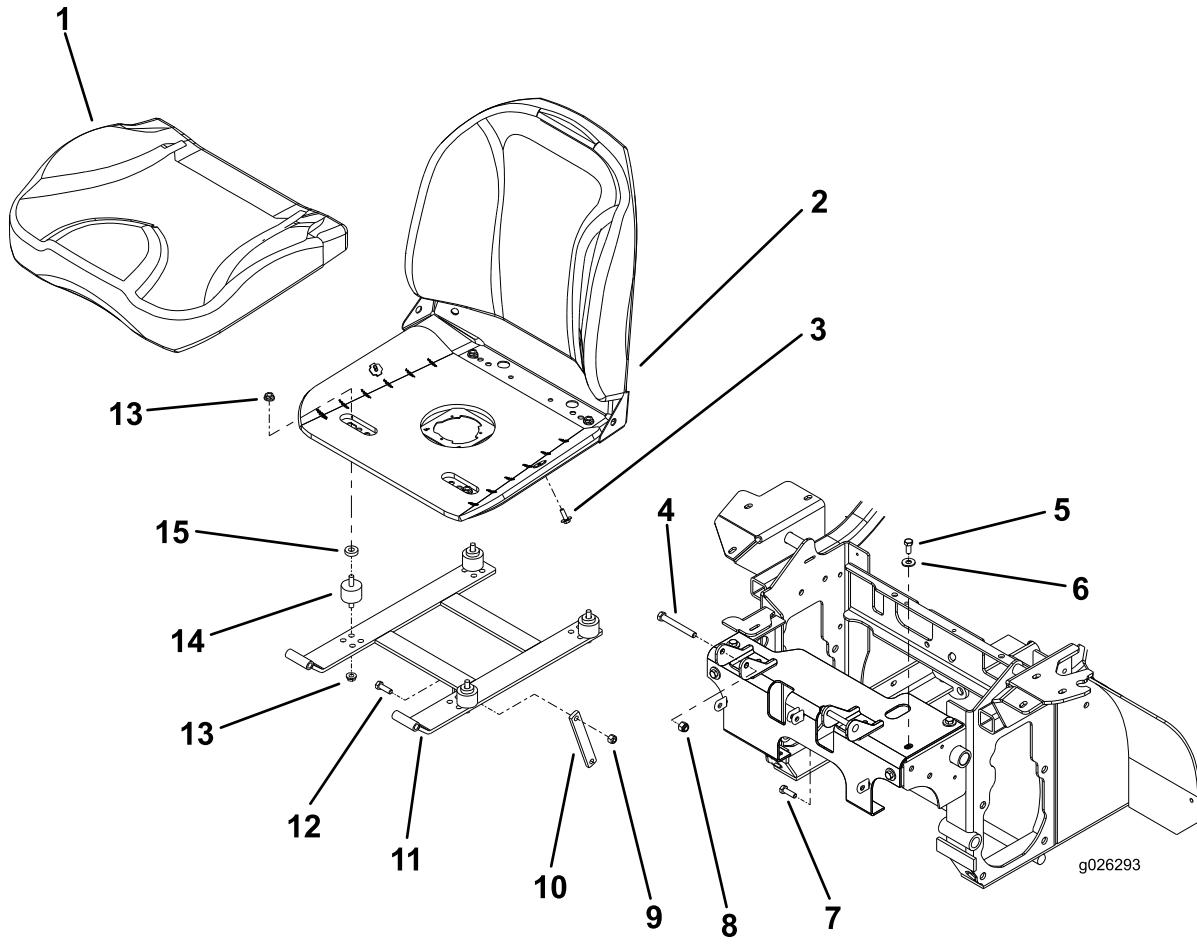

Bild 6
2. Entfernen Sie die Befestigungselemente der Sitzhaltestange (Bild 6).
5. Nehmen Sie den Sitz und Sitzrahmen von der Maschine ab (Bild 6).
6. Lösen Sie die Sechskantschrauben (5/16" x 1") des Sitzkissens vom Rahmen und nehmen Sie dieses ab (Bild 6).
7. Entfernen Sie die Gummi-Isolatoren, indem Sie die gezahnten Bundmuttern (5/16") entfernen, wie in Bild 6 dargestellt.
5. Bauen Sie das untere Sitzkissen ein (Bild 6).
2. Lösen Sie die fünf Sechskantschrauben (5/16" x 5/8"), mit denen die Sitzplatte am Maschinenrahmen befestigt ist (drei oben, zwei vorne), wie in Bild 6 dargestellt.